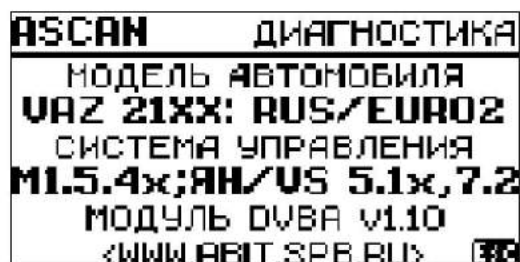

Рис. 29 Меню О ПРОГРАММЕ
**О ПРОГРАММЕ** – сведения о программном модуле (рис. 29).